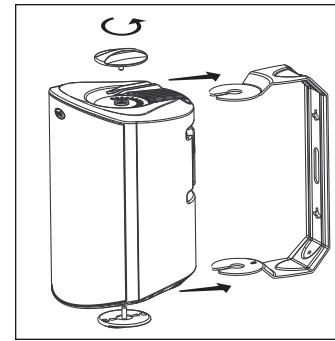

ABBILDUNG 14: Drehen Sie die Halterungs-Rändelschrauben, um die Halterung zu entfernen.
12. Befestigen Sie den Lautsprecher an der Halterung, indem Sie ihn zwischen die Arme der Halterung schieben. Die eingebauten Führungen spreizen die Halterung etwas und führen die Enden der Halterung auf die Gewindezapfen. Ein Sperrsystem hält es Ihnen, ihn genau nach Wunsch auszurichten. [Abbildung 14].